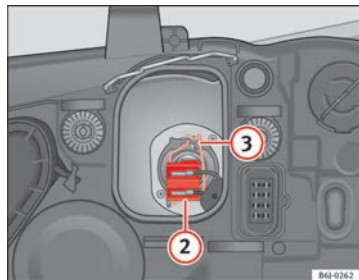

Fig. 162 Anabbaglianti
- Estrarre il connettore ⇒ fig. 162 ② della lampada.
- Sganciare la molla di ritegno ⇒ fig. 162 ③ premendo verso l'interno e a destra.